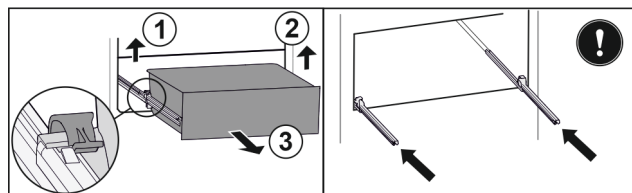

Fig. 144
- ▶ Zvedněte levou svorku a současně vytáhněte zásuvku vlevo dopředu. Fig. 144 (1)
- ▶ Zvedněte pravou svorku a současně vytáhněte zásuvku vpravo dopředu. Fig. 144 (2)
- ▶ Vyjměte zásuvku dopředu. Fig. 144 (3)